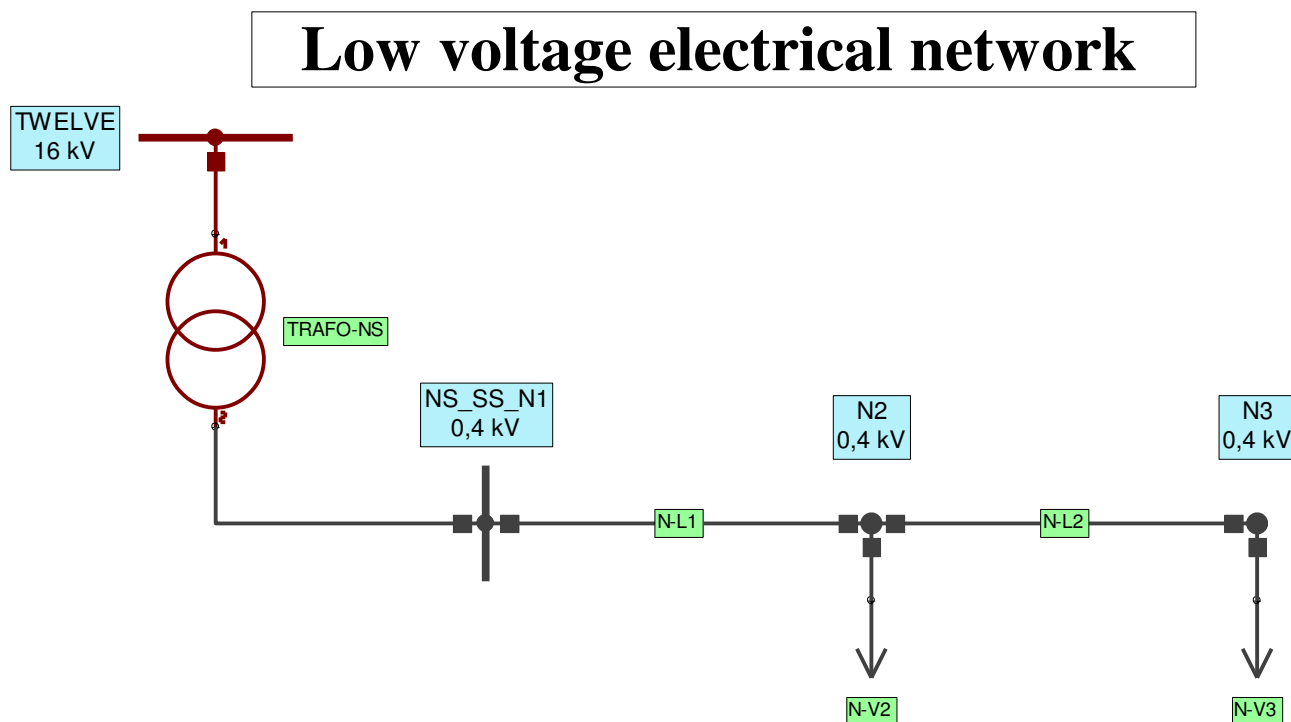

Рисунок 4.18 – Електрична мережа низької напруги
8. Побудувати електричну мережу низької напруги, зображену на рис. 4.18. При цьому, створення мережі необхідно почати з вузла «*TWELVE*», який повинен бути представлений в схемах електричних мереж як низької, так і високої напруг для забезпечення їх зв'язку. Для цього нарисувати новий вузол, в діалоговому вікні якого вибрати вкладку *Info*, де натиснути кнопку поряд з полем імені. Після цього вибрати вузол «*TWELVE*» в діалоговому вікні «*Element Selection Tool*» та натиснути кнопку *Ok*.